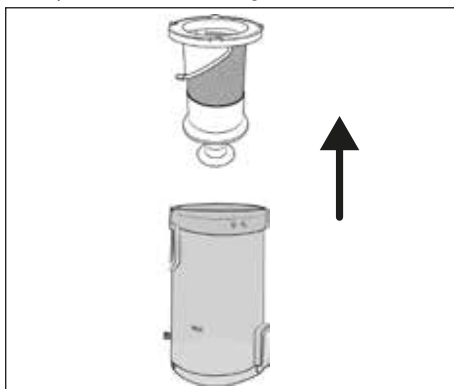

Fig. 19
- 4) Rimuovere il filtro in acciaio inox **6** dal contenitore della polvere **7** affermando l'apertura del filtro in acciaio inox **6** e tirandolo fuori dal contenitore della polvere **7** (vedere fig. 19).